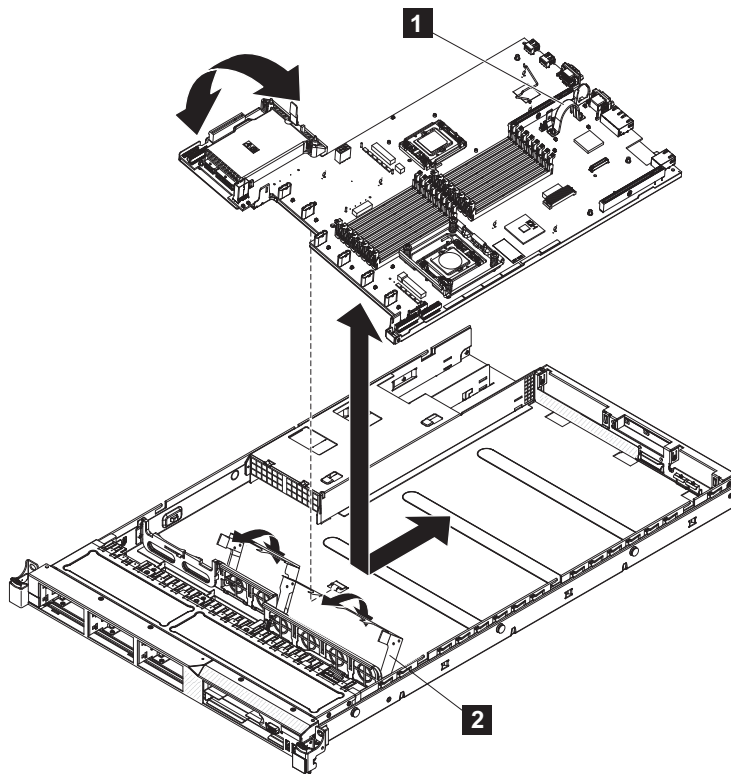

図 325. SAN ポリウム・コントローラー 2145-CG8 または 2145-CF8 システム・ボードの取り外しと交換
2. 電源機構ユニットから遠い方のシステム・ボード・アセンブリーの側面を、キャッチの下に置きます。システム・ボードの反対側を、シャーシ内に平らになるまで下げます。背面コネクタをサーバーの背面の穴に位置合わせし、図 325 に示すように、システム・ボードをノードの背面に向けてスライドさせます。